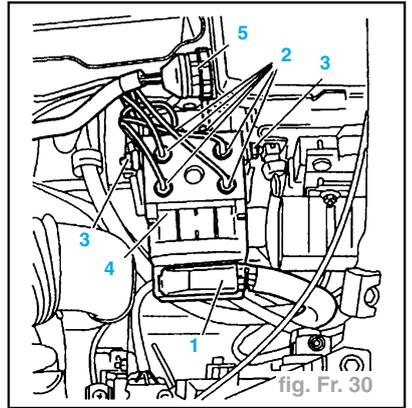

fig. Fr. 30
- le connecteur (5) (fig. Fr. 30)
- le connecteur (1)
- les canalisations (2) (prévoir l'écoulement du liquide de frein)
- les écrous (3)
- le bloc hydraulique (4)